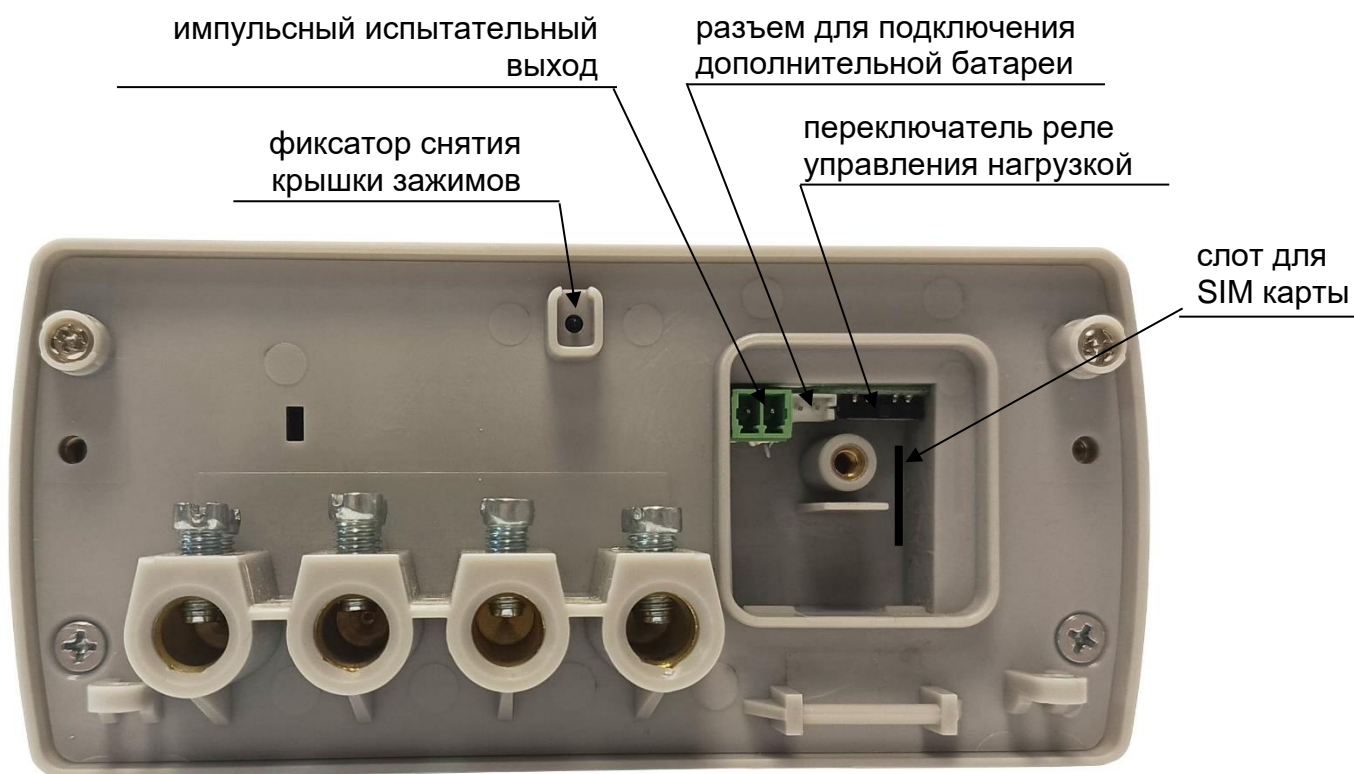

Рисунок 4 – Внешний вид счетчиков торцевая часть
3.3.1 Реле управления нагрузкой (далее - реле) позволяет осуществлять отключение нагрузки. Режим работы реле определяется положением переключателя (рисунок 4). Крайнее левое положение означает, что реле всегда включено. Крайнее правое – всегда выключено. Среднее положение переключателя разрешает дистанционное управление по команде от устройства сбора и передачи данных (УСПД). Описание команд управления приводится в СИФП 351.00.000 И1 «Счетчик статический активной энергии однофазный «Гран-Электро СС-101». Инструкция оператора по работе с последовательным каналом связи».